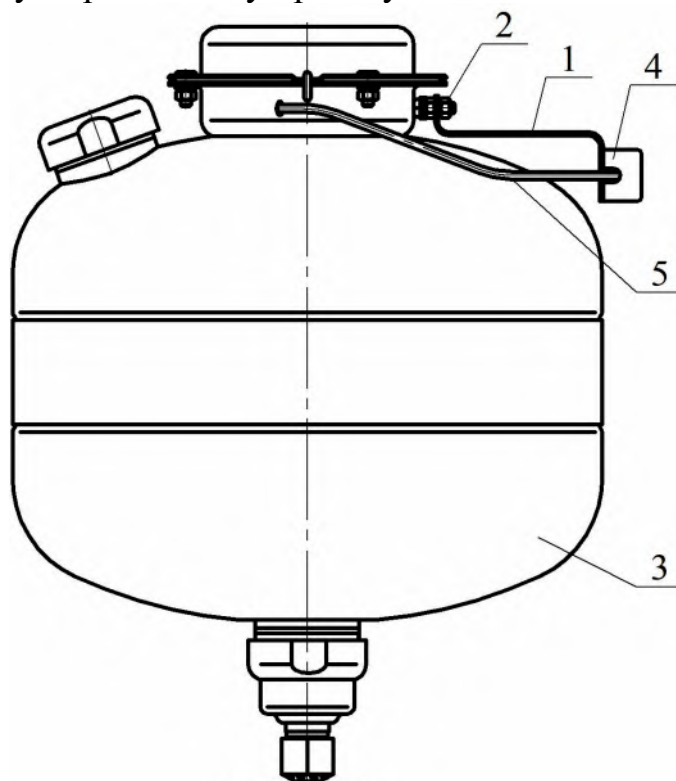

Рисунок 2
- е) по заявке Потребителя (см. рисунок 2):
4.1.2 Для удобства монтажа по заявке Потребителя МУПТВ может быть дополнительно укомплектован коробкой монтажной огнестойкой КМ-О 4(к)-IP41-s с кронштейном для монтажа ее на корпусе модуля (см. рисунок 2). В данном случае